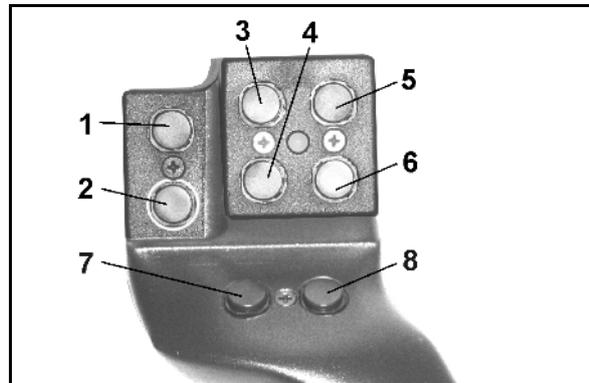

Fig. 60
Zur Bedienung des AMATRON 3 hat der Multifunktionsgriff (Fig. 60) 8 Tasten (1 - 8) zur Verfügung. Weiterhin kann mittels Schalter (Fig. 61/2) die Belegung der Tasten 3-fach verändert werden.
-  Mittelstellung (Fig. 60/A) und kann nach
-  oben (Fig. 60/B) oder
-  unten (Fig. 60/C)
Die Stellung des Schalters wird durch eine LED-Leuchte (Fig. 60/1) angezeigt.